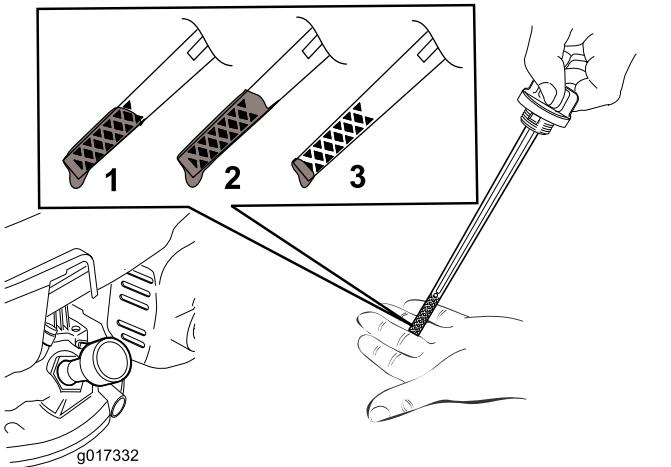

图20
**注意** 向发动机曲轴箱添加机油直到量油尺显示机油油位达到 图20 中所示的正确位置。如果发动机加注机油过多则需要按照 5 的说明去除多余机油。